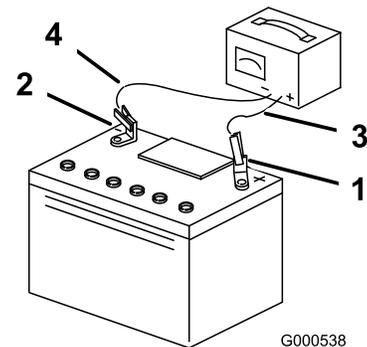

Bild 53
- Ziehen Sie, wenn die Batterie voll geladen ist, den Stecker des Ladegeräts aus der Dose. Klemmen Sie dann die Klemmen des Ladegeräts von den Batteriepolen ab (Bild 53).